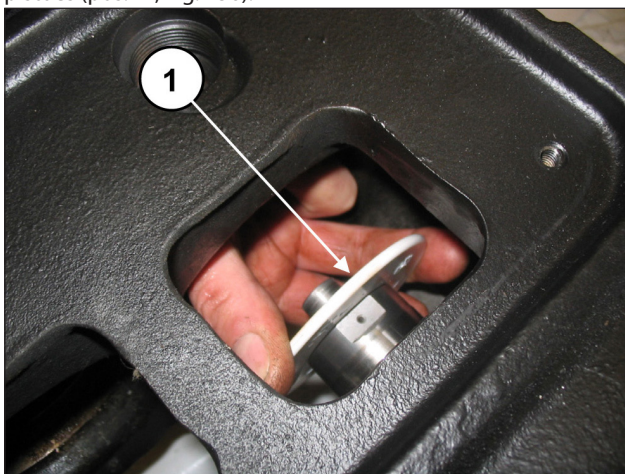

Fig. 156
Solte os anéis de proteção contra respingos da guia dos pistões (pos. ①, Fig. 156).